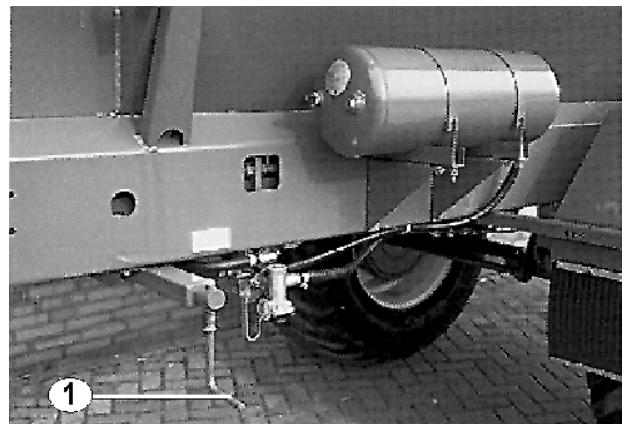

Рис. 20
- Управление стояночным тормозом на высокопроизводительных распределителях с пневматической тормозной системой производится посредством крюкошипной рукоятки (Рис. 20/1), расположенной сбоку машины.